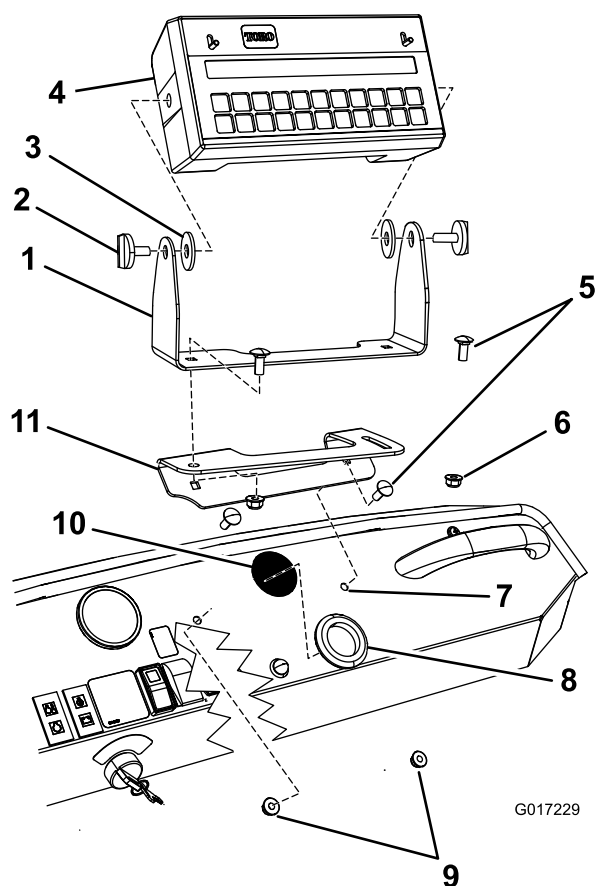

Figura 2
1. Individuate la staffa di montaggio con la scanalatura curva nelle parti sciolte. Installate la staffa sul cruscotto e fissatela usando due bulloni a testa tonda (5/16 x 3/4 pollice) e due dadi di bloccaggio (5/16 pollice) come illustrato in Figura 2.
7. Montate la console del computer sulla staffa rotante con due manopole (Figura 2).
8. Fissate la staffa orientabile alla staffa montata con due bulloni a testa tonda (5/16 x 3/4 pollice) e due dadi di bloccaggio (5/16 pollice) come illustrato in Figura 2.